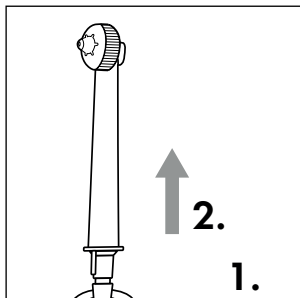

Fig. 3
- ◆ Para desmontar el cabezal **2**, pulse el botón de desencastre **11** de la pieza manual **5** y tire del cabezal **2** para extraerlo de la pieza manual **5** (consulte la fig. 3).